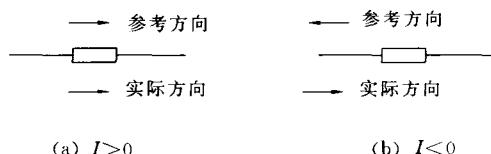

图 1-4 用箭头表示电流的参考方向
(1) 在分析电路前,可以任意假设一个电流的参考方向。
(2) 参考方向一经选定,电流就成为一个代数量,有正、负之分。若计算电流结果为正值,表明电流的设定参考方向与实际方向相同,如图 1-4(a)所示;若计算电流结果为负值,表明电流的设定参考方向与实际方向相反,如图 1-4(b)所示。
(3) 在未设定参考方向的情况下,电流的正负值是毫无意义的。
(4) 今后电路中所标注的电流方向都是指参考方向,不一定是电流的实际方向。